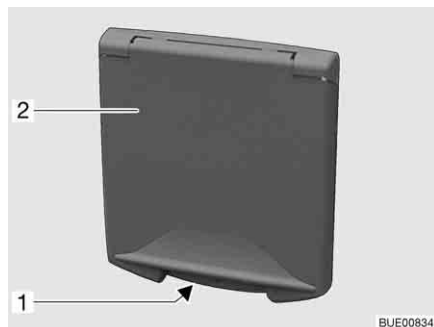

Fig. 47 Serratura a pressione sportello di servizio
- Inserire la chiave nel cilindro della serratura a pressione richiudibile (Fig. 47,1) e ruotare di un quarto di giro. La serratura a pressione è sbloccata.
- Inserire la chiave nel cilindro della serratura a pressione richiudibile (Fig. 47,1) e ruotare di un quarto di giro. La serratura a pressione è bloccata.